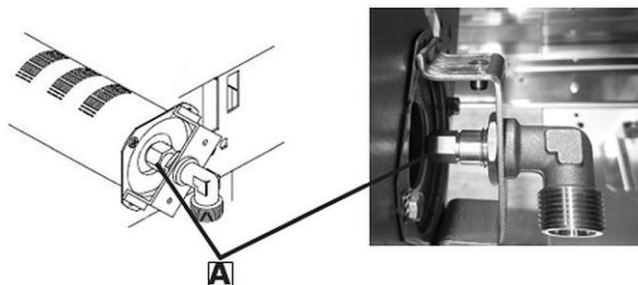

Abb. 7
3. Schrauben Sie die Hauptbrennerdüse **A** (Abb. 7) ab.